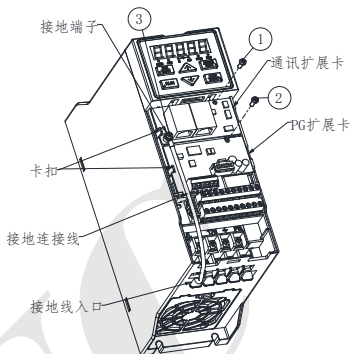

图 1
第二步：将通讯扩展卡上的板级对接插口（位号：J3）插入变频器控制板上的扩展卡接口A内，同时保证左侧卡扣装配到通讯扩展卡卡槽内即可。最后用ST2.9*8 自攻螺钉固定住扩展卡，如图1 中“①”所示。
第三步：把接地连接线放置在图1 所示“接地连接线”处，然后用M3*6组合螺钉固定在接地端子处，如图1 中“③”所示，需注意端子固定的方向，接地连接线另一端固定在变频器接地端子上。